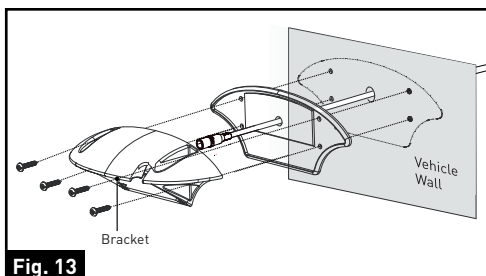

Fig. 13
4. Fije la empaquetadura y el soporte al vehículo con cuatro tornillos autorroscantes de cabeza plana de $\frac{3}{4}$ ". Asegúrese de que el cable de alimentación de la cámara no esté envuelto o extruido. (Fig. 13)